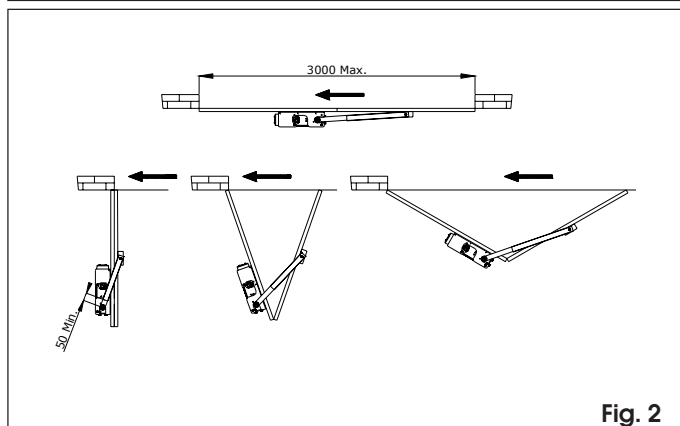
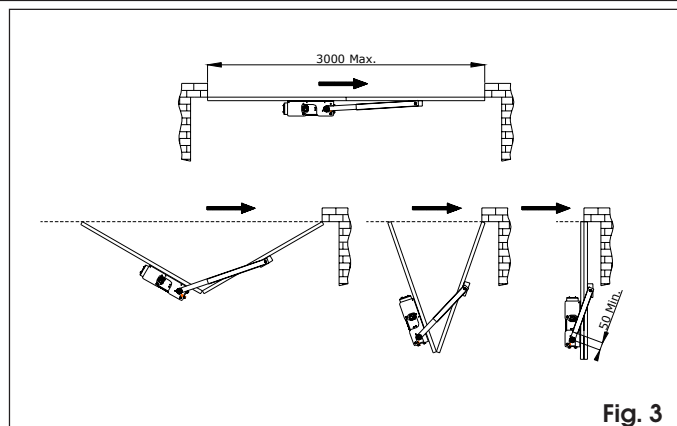
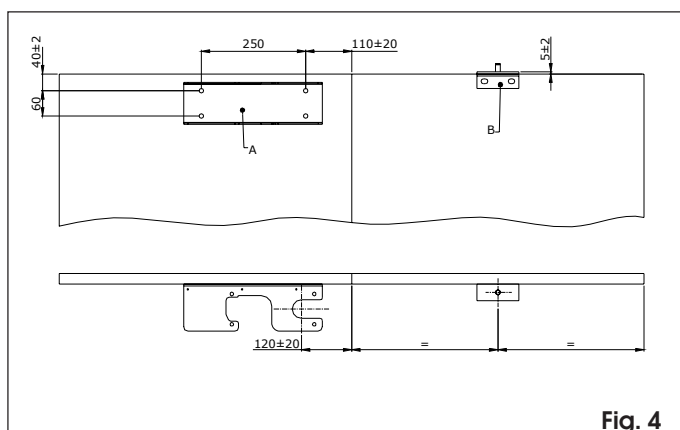

Fig. 2
Fig. 3
Fig. 4
1) L'operatore va installato sull'anta incernierata direttamente al pilastro (fig. 2) oppure, a portone aperto, se lo spazio dietro il portone non è sufficiente per l'operatore, va installato sull'anta più esterna (fig. 3). In entrambi i casi sono valide le quote di installazione di fig.4.
- 2) Posizionare la piastra base A sull'anta rispettando le quote come in fig. 4 e saldarla, oppure fissarla all'anta con n.4 viti.
- 3) Definire la posizione a metà della seconda anta e posizionare l'angolare B, saldarlo o fissarlo con n.2 viti rispettando le quote di fig. 4.
- 8) Se necessario, accorciare la guaina quanto serve per rispettare la quota 50 mm. di fig. 2 e fig. 3. Nota bene: guaina ed elemento interno devono avere la stessa lunghezza.